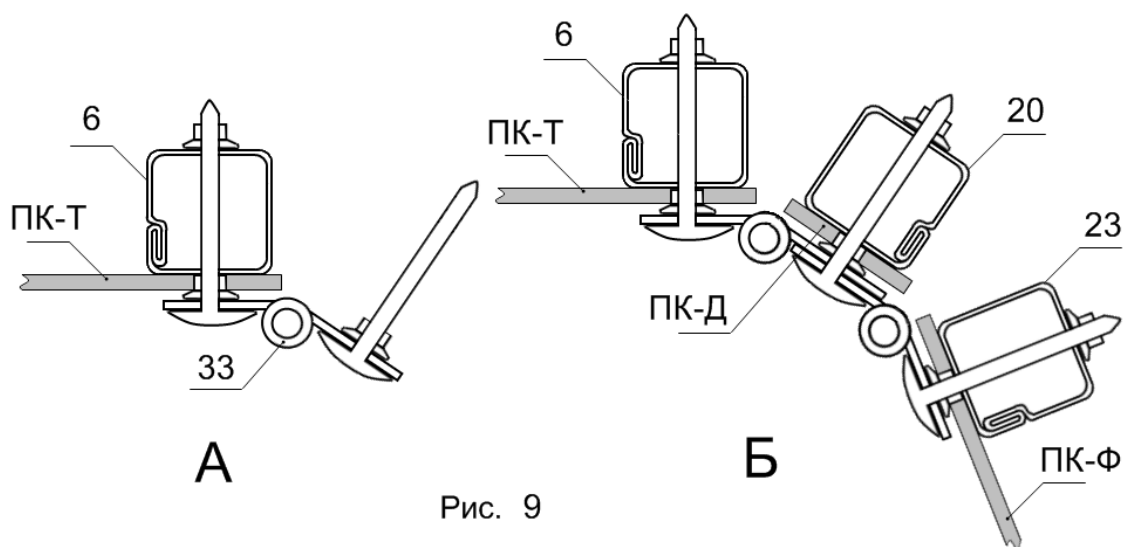

Рис. 9
- 3.2.7. В местах крепления петель на стойке дверного проёма №6 в поликарбонате сделайте отверстия диаметром с гайку м5. Закрепите винты «УРОЖАЙ» м5х35 на петлях №33, а петли закрепите на стойке №6, чтобы гайка утонула в поликарбонате (рис. 9 -А).
- 3.2.10. Отсоедините дверь от торца и произведите крепление покрытия к двери. Присоедините к двери петли форточки, а дверь к торцу (рис. 9-Б).